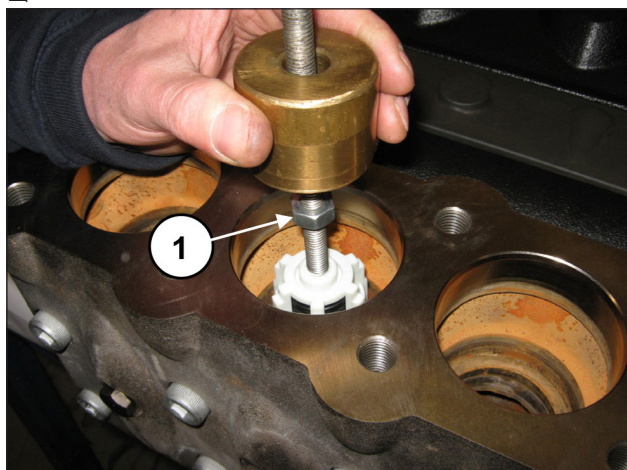

图 100
用一个锤头式提取器(代码27516400)作用在阀导承的M10孔上(位置①, 图 100)· 或者用一个M10-M16适配器(代码25089700)作用在阀导承的M16螺纹上· 将排出阀组件取出。